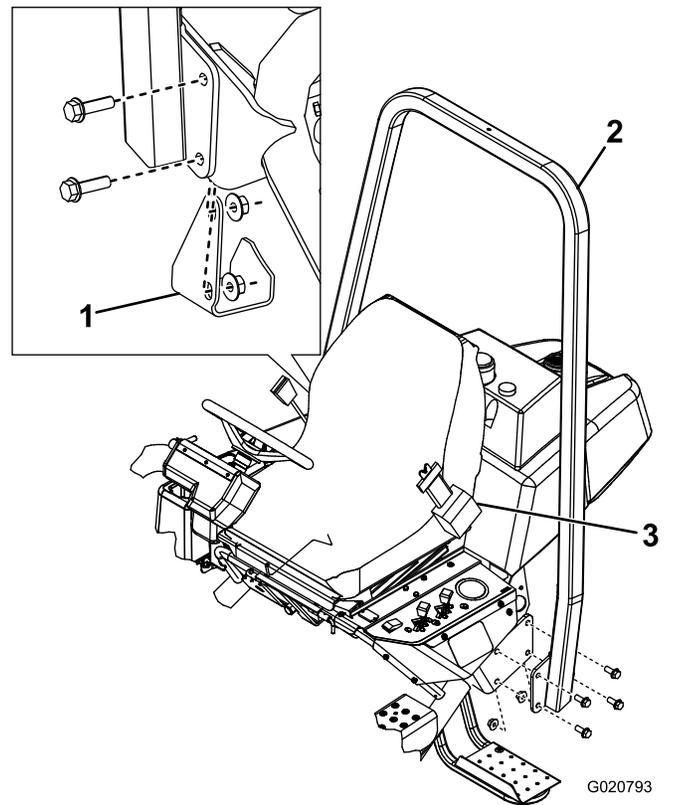

Figura 6
- Abbassate il telaio del sistema ROPS (Figura 6) sulle staffe di montaggio, allineando i fori di montaggio.